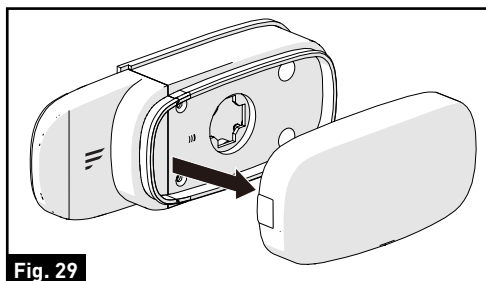

Fig. 29
2. Retirez le couvercle de la lentille en grattant la fente sur le côté du feu de signalisation. (Fig. 29)